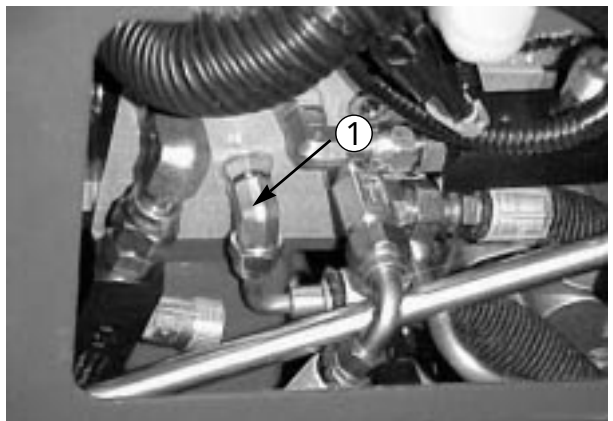

図 62
1. 調整バルブ（図62）は左前昇降シリンダ（フットレストの下）に付いている。